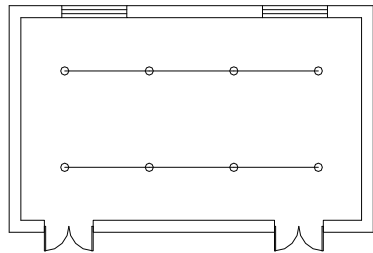

图 8-13 打开喷头尺寸素材
**01** 按 Ctrl+O 组合键, 打开配套光盘提供的“第 8 章/8.3.3 喷头尺寸.dwg”素材文件, 结果如图 8-13 所示。